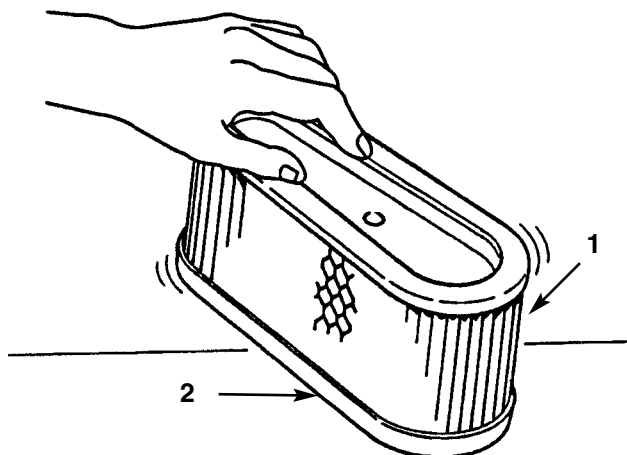

Fig. 31
- Slå elementet forsiktig mot noe flatt for å fjerne støv og urenheter (fig. 31).